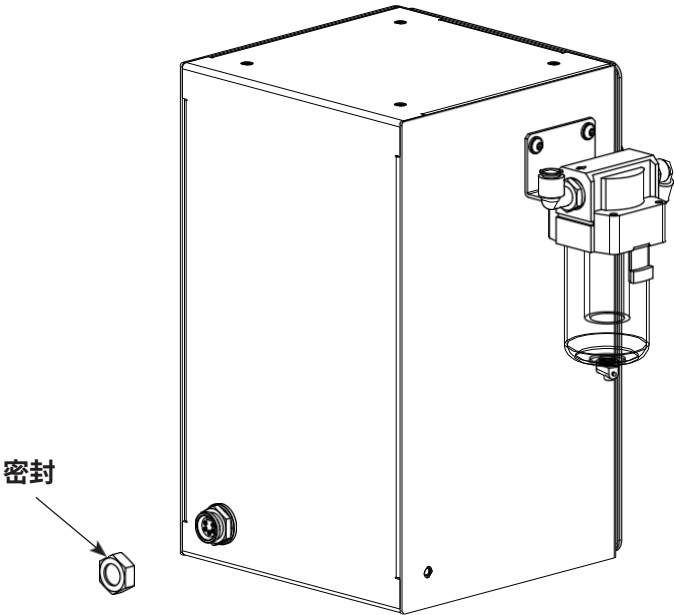

图 7-1 插座密封件
**警告：** 参见图 7-1。泵控制器出厂时，振动器电机插座上有一个密封圈，在与移动锻模系统一起使用时可将其取下。在壁式和轨道式系统中，必须在泵控制器插座上保留此密封件，以防止电气危险。